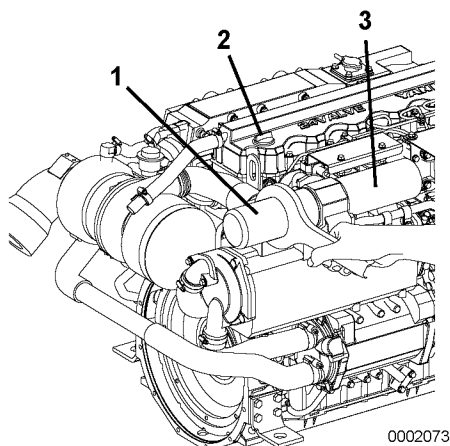

Figura 2
2. **AVISO:** Evite que el polvo y los residuos contaminen el aceite del motor. Limpie cuidadosamente la varilla de nivel de aceite, así como la zona próxima, antes de retirar la varilla. Retire la varilla de nivel de aceite del motor. Conecte la bomba de vaciado de aceite y bombee para sacar el aceite. Para facilitar el vaciado, retire el tapón de la boca de llenado (**Figura 2, (2)**) (amarillo) que se encuentra en la parte superior de la tapa de balancines. Deseeche adecuadamente el aceite usado. **AVISO:** Tenga **SIEMPRE** en cuenta el medio ambiente.
3. Retire el filtro de aceite del motor (**Figura 2, (1)**) con una llave de filtro (girar en sentido contrario al de las agujas del reloj).